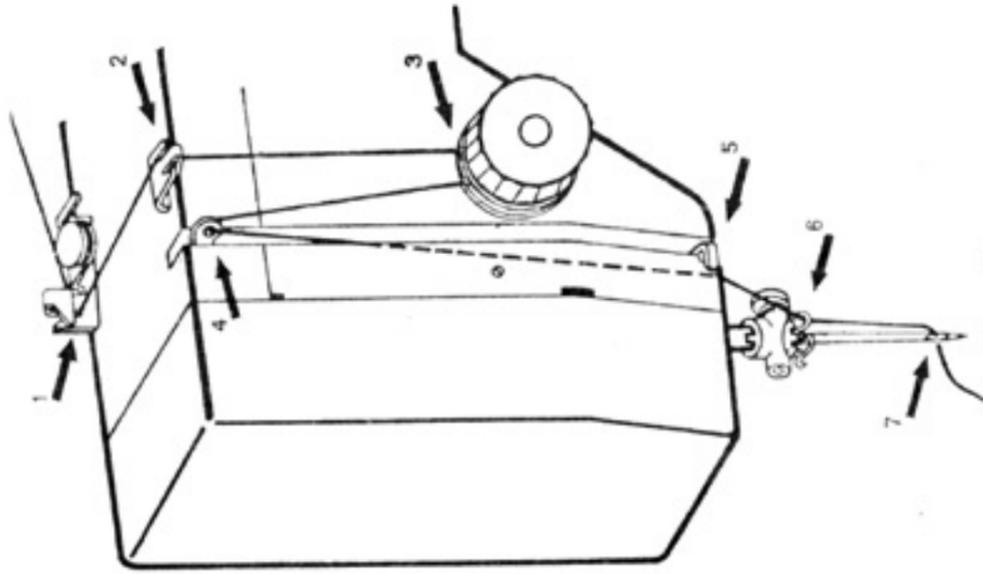

Рис. 15
**14. Заправка верхней нити (рис. 15)**
Заправку производить соответственно нумерации на рис. 15.